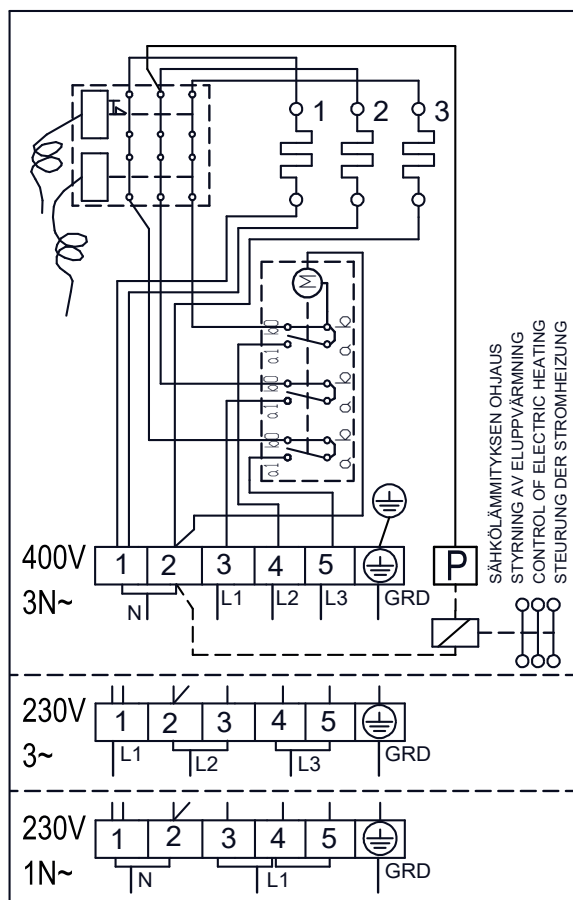

Figura 13. Ligações elétricas do aquecedor 1
- Para além dos conectores de alimentação, os aquecedores 1 estão equipados com um conector (P) que possibilita o controlo do aquecimento elétrico (figura 13). O controlo da tensão é transmitido a partir do aquecedor quando este é ligado. O cabo de controlo para o aquecimento elétrico é trazido diretamente para a caixa de junção do aquecedor e dali para o bloco de terminais do aquecedor, ao longo de um cabo de borracha com a mesma área transversal do cabo de ligação.